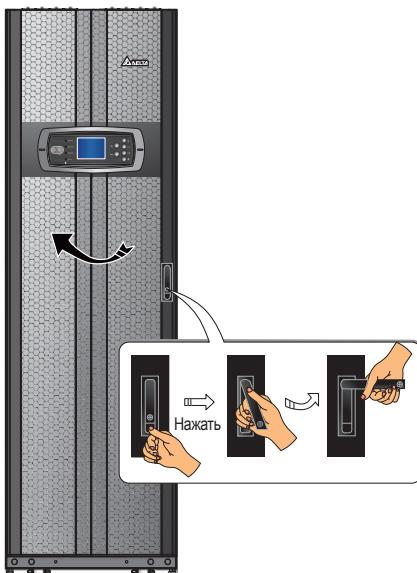
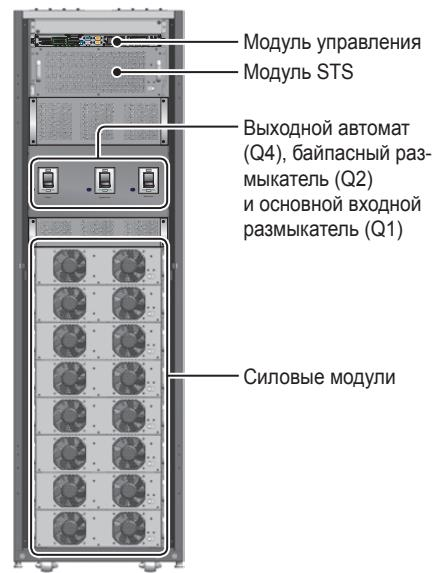

Рис. 2-4. Вид спереди
Рис. 2-5. Вид спереди с открытыми дверцами
- Вид спереди:** после того, как будет разблокирована и открыта передняя дверца, можно увидеть модуль управления, модуль STS, выходной автомат (Q4), байпасный размыкатель (Q2), основной входной размыкатель (Q1) и силовые модули (см. *Рис. 2-4* и *Рис. 2-5*).